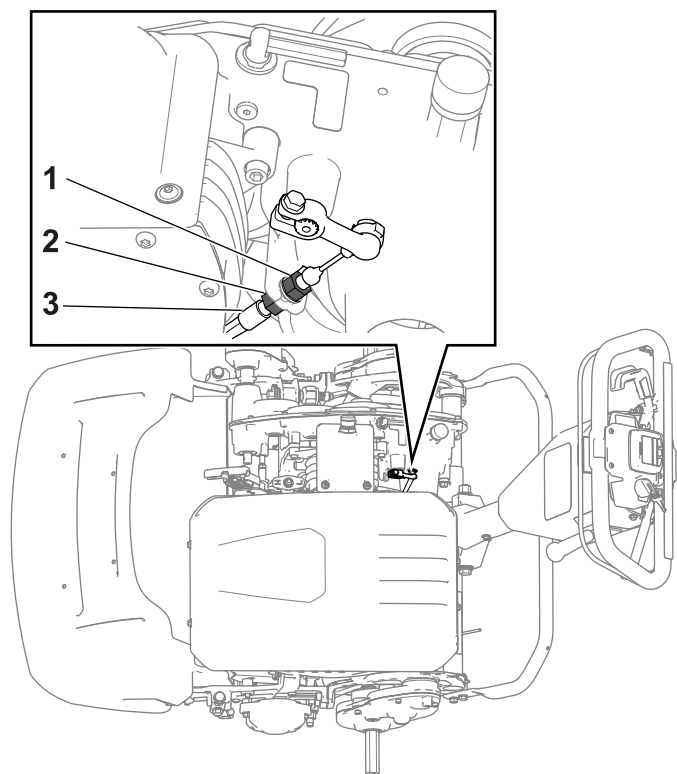

Figura 30
- Para aumentar la tensión del cable, afloje la tuerca autoblocante del cable delantero y apriete la tuerca autoblocante trasera (Figura 30). Repita el paso 2 y ajuste la tensión si es necesario.
apriete la tuerca autoblocante del cable delantero (Figura 30). Repita el paso 2 y ajuste la tensión si es necesario.